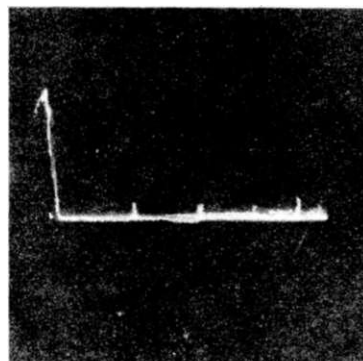

Abb. 20
- am Einstellschlitz „V“ den Nullpunkt so einregeln, daß das Nullzeichen am linken Rand de» Sichtrohres steht (Abb. 20);